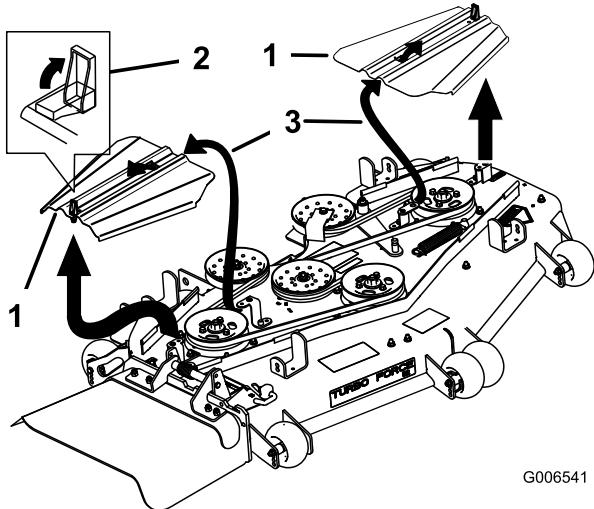

Figura 59
- Retire las cubiertas de la correa (Figura 59).